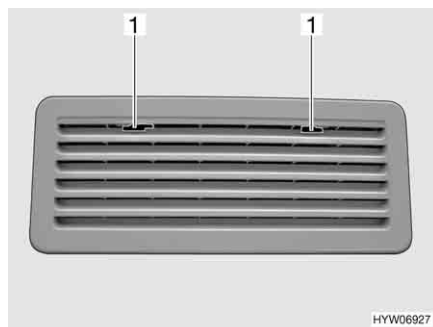

Fig. 182 Griglia di aerazione del frigorifero (Thetford)
- Spingere verso il centro l'arresto (Fig. 182,1).